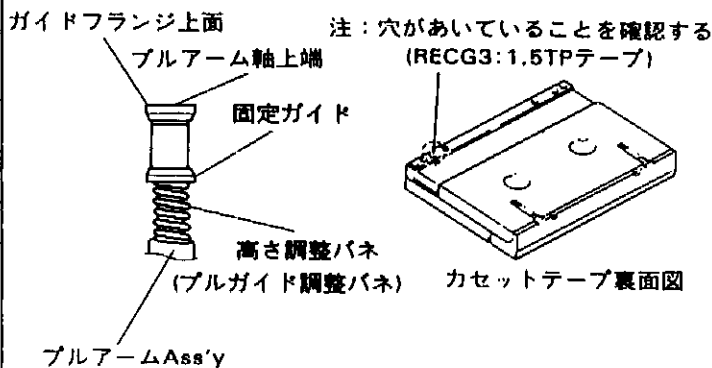

図3-1
2. プルアーム Ass'y のガイドフランジ上面がプルアーム軸の上端と一致する所までガイドフランジを回す。(図3-1参照)